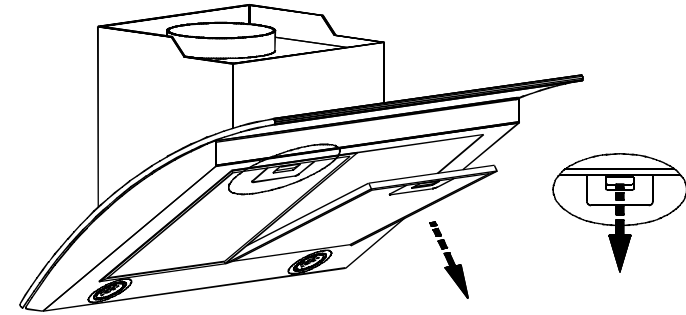

РИС. 13
8.3. Для очистки фильтра извлеките его из зонта (рис. 13) и произведите его очистку с помощью щетки горячим водным раствором нейтрального моющего средства или денатурированным спиртом.